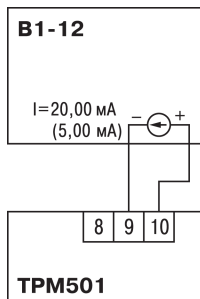

**Рисунок 8.2 – Последовательность действий при юстировке наклона характеристики термопреобразователя или датчика с унифицированным выходным сигналом**
4. Не менее чем через 15 – 20 сек после включения питания произвести юстировку прибора (см. *рисунок 8.2*). Юстировка производится автоматически. После юстировки прибор возвращается в режим **Работа**.